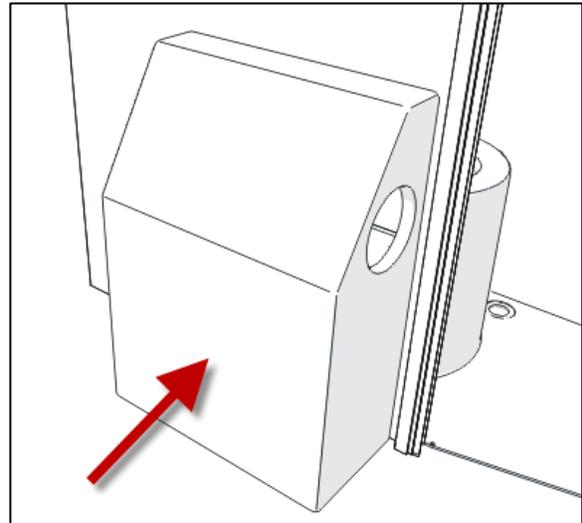

FIGURE 9
- Retirer le couvercle de la corbeille et retirer la corbeille (Figure 9).